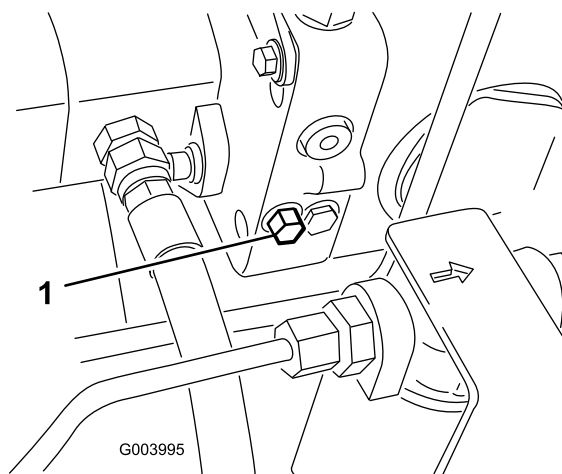

図 42
1. バイパス・バルブはハイドロスタットの左側にある（図 42）。バイパス・バルブを右または左1～1.5回転させると内部でバイパスが形成される。これにより、トランスミッションを破損することなく、機械を押して低速で移動できるようになる。